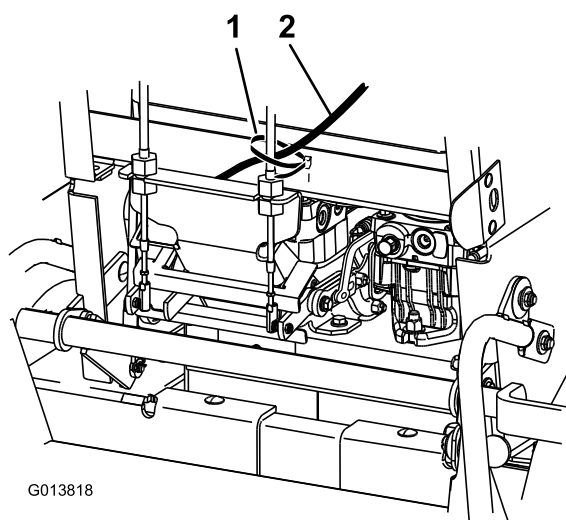

図 7
10. 結線用タイを使って、速度コントロール・ケーブルを右側コントロール・ケーブルに束ね合わせる (図 7)。